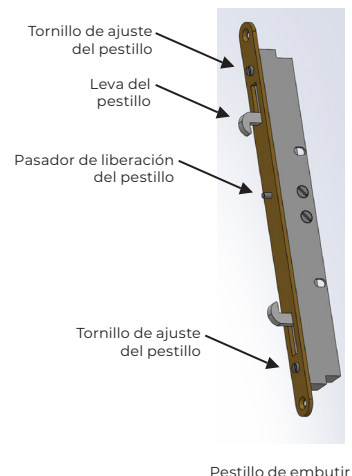

Figura 37
1. **Fije** el retenedor al astrágalo del panel receptor de esquina con cuatro (4) tornillos de cabeza plana abombada n.º 10 x 1 1/2". El astrágalo receptor de esquina tendrá una marca de presión en el lugar donde se instala el retenedor en la jamba del marco.
- **CONSEJO ÚTIL:** El pestillo puede ajustarse para mover las levas hacia adentro o hacia afuera. Ajuste las levas de forma independiente para eliminar o agregar holgura al enganche del pestillo en el panel. Si su unidad tiene paneles fijos, se recomienda ajustar las levas completamente hacia adentro hasta que el panel fijo quede asegurado. Una vez que los paneles fijos, los sujetadores de los paneles fijos y los clips de retención se hayan instalado completamente, vuelva a ajustar las levas para permitir un poco de holgura en las puertas operativas. (Consulte la figura 37).